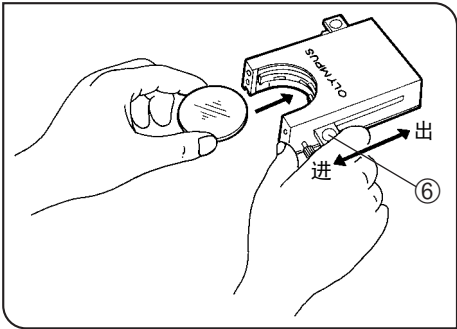

图 17
使用滤色片盒（图17到20）
- 将滤色片杆⑥拉到最里边，让滤色片杆完全进入喀嚓声响的位置。（图17）
- 按图17所示，拉住滤色片杆，把滤色片按箭头所示方向插入滤色片盒。